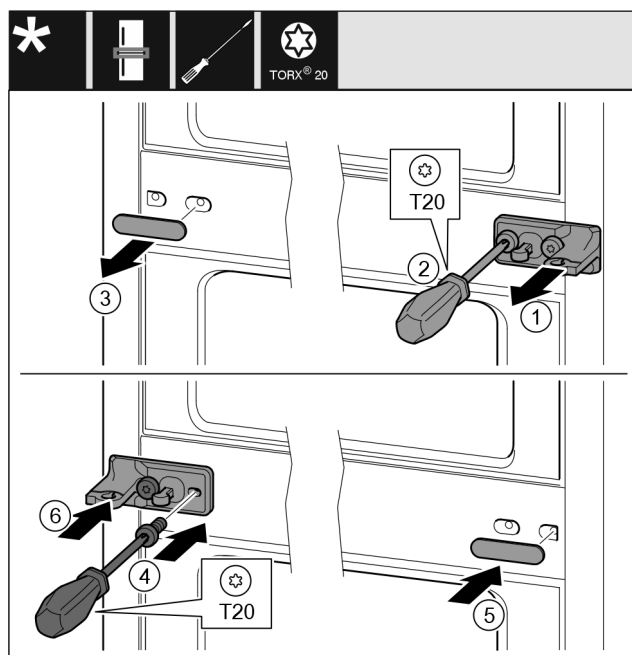

Fig. 38
- Снимите шайбу Fig. 38 (1).
- Выкрутите винты Fig. 38 (2) отверткой.
- Осторожно снимите крышку Fig. 38 (3).
- Плотно прикрутите опорный кронштейн с подкладкой Fig. 38 (4) с другой стороны, повернув его на 180°.
- Установите крышку Fig. 38 (5) с другой стороны, повернув ее на 180°.
- Спереди установите шайбу Fig. 38 (6).